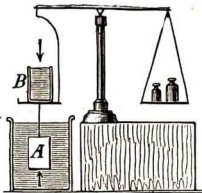

Abb. 124
**Nachweis mit einem Vollzylinder A**, der genau in einen **Hohlzylinder B** paßt (Abb. 124). Man bringe beide zusammen auf die Schale einer Waage und stelle das Gleichgewicht her. Dieses wird gestört, sobald man **A** in eine Flüssigkeit tauchen läßt; es wird wiederhergestellt, sobald man **B** mit derselben Flüssigkeit füllt.